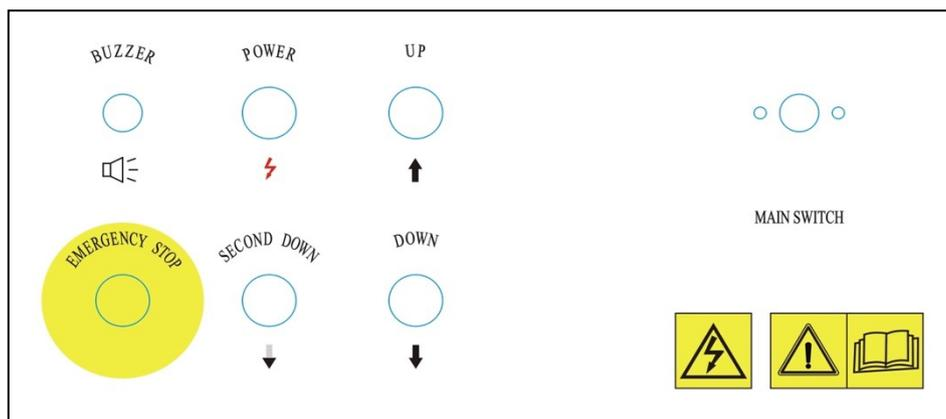

Figura 21
**Instruções sobre o funcionamento elétrica: (veja a figura 21: painel de funcionamento)**